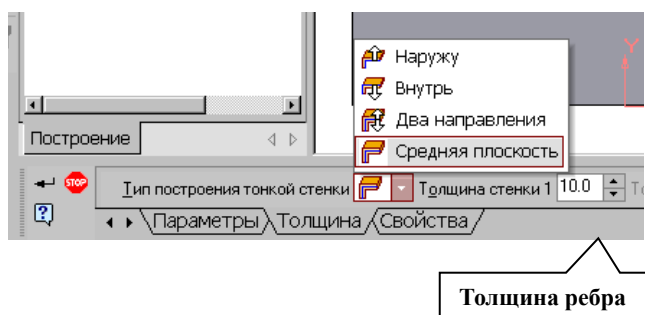

Рис. 9
5. Для построения ребер жесткости служит кнопка  Ребро жесткости. На панели свойств команды (рис.9) закладка Толщина позволяет выбрать Толщину ребра жесткости. Закладка Параметры позволяет определить: